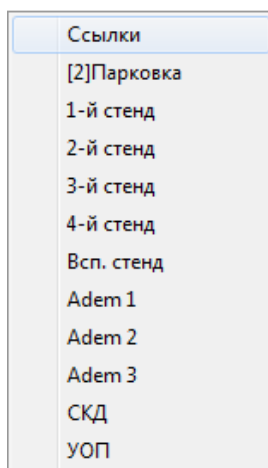

Рисунок 8-131
- 2) Через контекстное меню области отображения вкладок планов помещений (см. Рисунок 8-131) – нажмите правой клавишей мыши на области отображения вкладок планов помещений и в появившемся контекстном меню выберите требуемый план помещения;